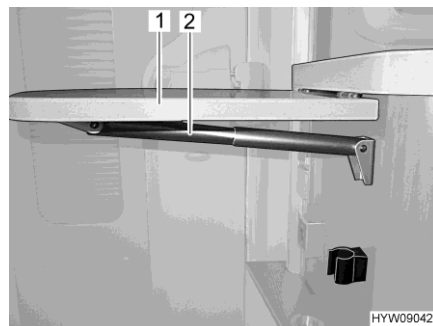

Fig. 57 Table pliante / surface de travail
- Saisir la table pliante / surface de travail (Fig. 57,1) par le bas et la désenclencher d'une légère traction.
- Faire basculer le plateau de table vers le haut jusqu'à ce que la fixation du support télescopique (Fig. 57,2) ait prise. Lâcher le plateau de table.